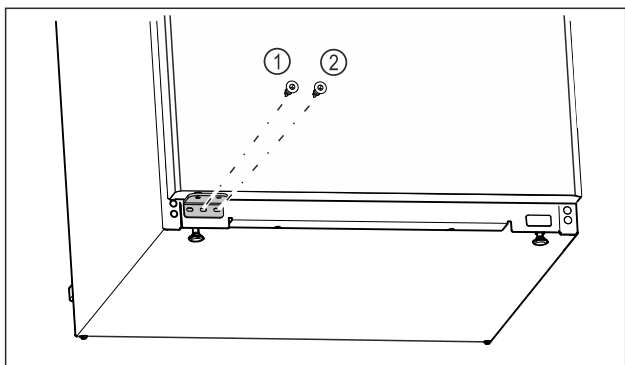

Fig. 25
- ▶ Keerake laagripuki keskmine kruvi Fig. 25 (1) kruvikeerajaga Torx 20 kinni.
- ▶ Keerake laagripuki sisemine kruvi Fig. 25 (2) kruvikeerajaga Torx 20 kinni.